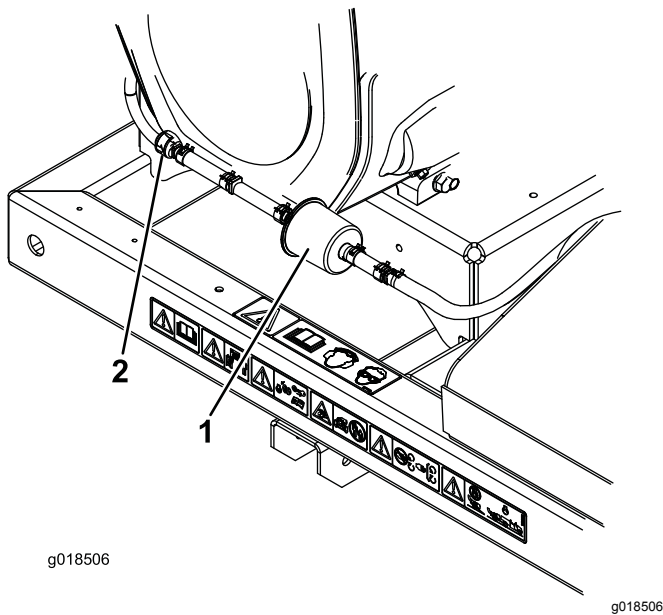

Figura 14
2. Spostate le fascette stringitubo del tipo a molla su entrambi i lati del filtro della linea di spurgo del canister a carboni attivi lontano dal filtro (Figura 14).
3. Togliete il filtro a carboni attivi e gettate (Figura 14)
4. Montate un nuovo filtro nel flessibile con la freccia del filtro rivolta verso la valvola di ritenuta e fissatelo con le fascette stringitubo (Figura 14).